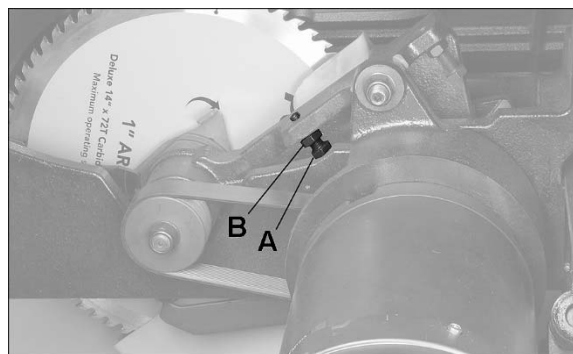

Figure 8-13
2. Ouvrez le couvercle latéral et repérez la vis de retenue pour la profondeur de lame (A, Figure 8-13) qui est située entre la poulie d'arbre et le moteur.
3. À l'aide d'une clé plate de 14 mm, desserrez l'écrou hexagonal (B, figure 8-13). Cela permettra de tourner la vis à tête hexagonale et d'abaisser la lame de scie.
6. La vis de retenue pour la profondeur de lame (A, figure 8-13) doit reposer contre le tourillon. Vérifiez que c'est le cas; puis serrez l'écrou hexagonal (B, Figure 8-13).